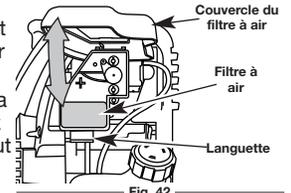

Fig. 42
1. Ouvrez la couverture du filtre à air. Poussez la languette sur le dessous vers l'intérieur. Tirez ensuite la couverture du filtre à air vers le haut et vers l'extérieur (Fig. 42).
8. Faites pivoter la couverture vers le bas jusqu'à ce que la languette sur la plaque arrière du filtre à air se verrouille en place dans la fente sur la couverture du filtre à air (Fig. 42).